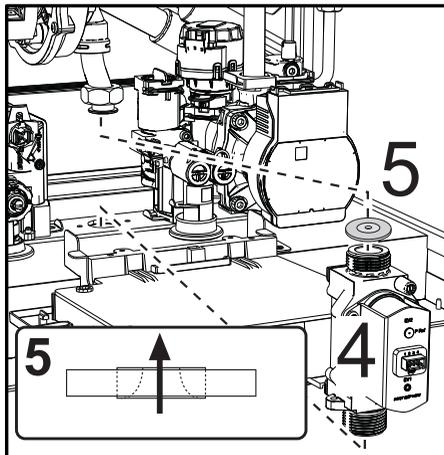

fig. 60
- Scoateți valva de gaz „4” și diafragma pentru gaz „5” (fig. 60).